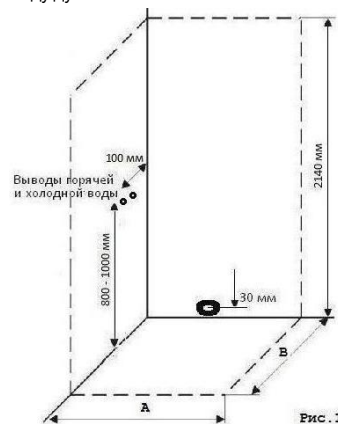

Рис. 1
7. Для обеспечения слива воды из поддона канализационная труба должна быть ниже дна поддона. Уровень канализации не должен превышать 30 мм от пола до центра канализационной трубы (рис.1).